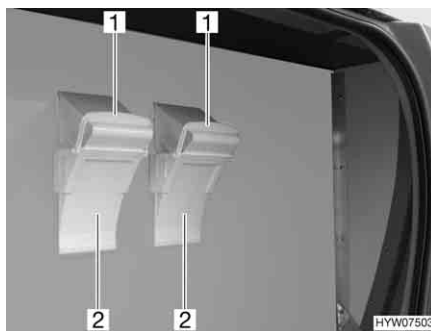

Fig. 13 Cunei d'arresto
- Ruotare verso il basso la staffa di supporto (Fig. 13,1).
- Estrarre il cuneo d'arresto (Fig. 13,2) dal supporto.